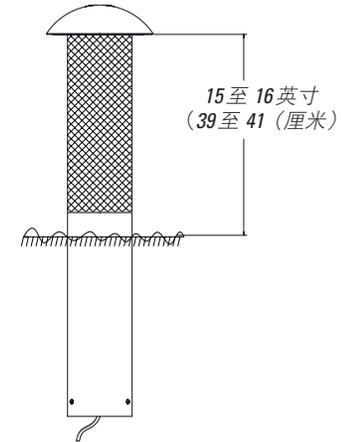

图 13
3. 将 L42XC 扬声器插入孔中。根据需要调整砾石标高，以使扬声器达到地面以上的理想高度。灯罩的底部应在地面上方约 39-42 厘米（15.5-16.5 英寸），如图 13 所示。